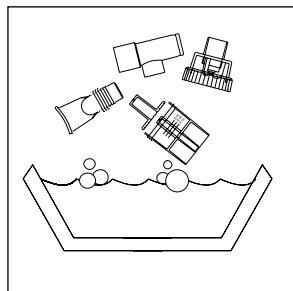

Figure 9
- Laisser tremper les pièces pendant 30 minutes dans une solution de trois parts d'eau chaude et une part de vinaigre blanc, dans un récipient ou bol propre (**Figure 9**) Ou utiliser un désinfectant bactérien germicide médical, disponible chez le fournisseur. En ce qui concerne le nébuliseur réutilisable, le nettoyer tous les jours dans le panier supérieur du lave-vaisselle. Suivre à la lettre les instructions du fabricant.